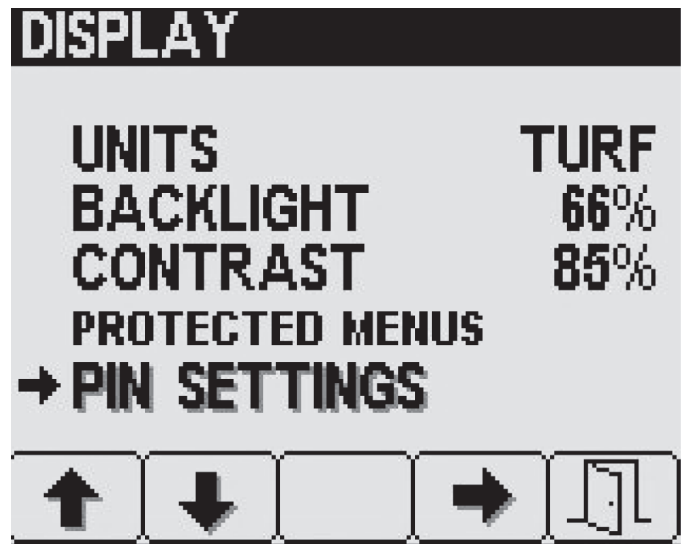

Figura 31
- No ecrã de visor, pressione o botão 2 para navegar até à opção de definições de PIN e pressione o botão 4 para selecionar as definições de PIN (Figura 31).
1. No ecrã de definições de PIN, pressione o botão 2 para navegar até à opção de alteração de PIN e pressione o botão 4 para selecionar a alteração de PIN (Figura 31).